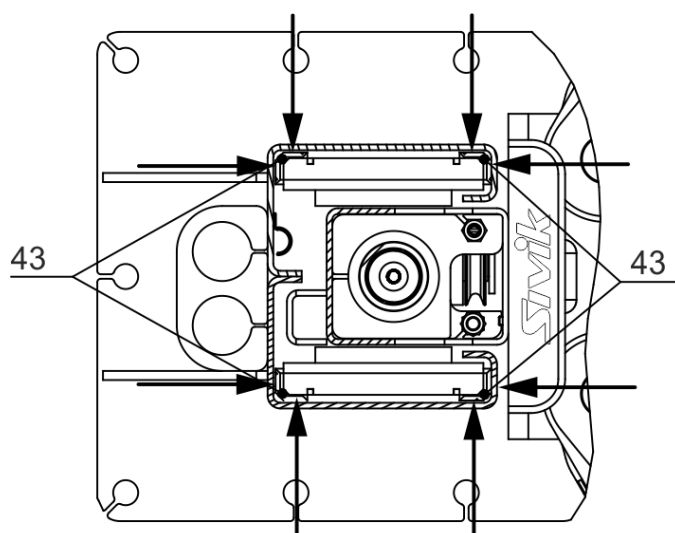

Рисунок 6.9 – Места смазки беговых дорожек (угловая зона 30х30 мм
6.14 Перед началом эксплуатации необходимо тщательно покрыть смазкой Литол-24 беговые дорожки внутри стоек на всем ходе кареток (рисунок 6.9), а также трос системы синхронизации кареток.